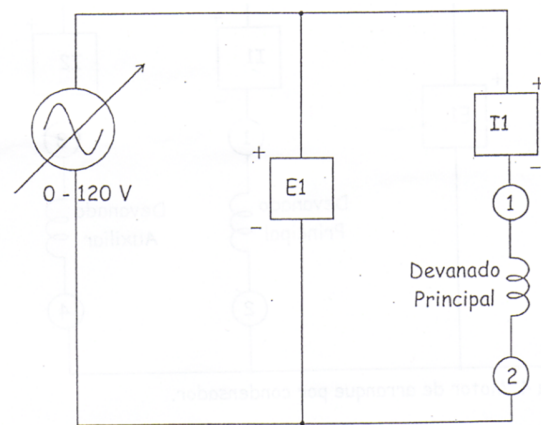

Figura 14. Motor de arranque por condensador.
20. Utilizando el módulo motor de arranque por condensador montar el circuito de la Figura 14, siguiendo las recomendaciones del numeral uno del procedimiento. Recordar que la fuente variable de 0 – 120 Voltios AC, se encuentra en los puntos de conexión cuatro, cinco o seis y el punto N de la fuente de alimentación.